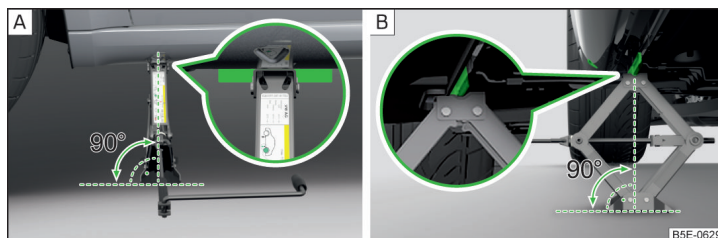

Fig. 334 Application du cric
- Posez l'embase du cric sur toute sa surface sur un sol plan et assurez-vous que le cric s'applique perpendiculairement à l'emplacement du point de prise » fig. 334 - **A**.
- Relevez le cric avec la manivelle jusqu'à ce que la griffe du cric entoure le longeron » fig. 334 - **B**.